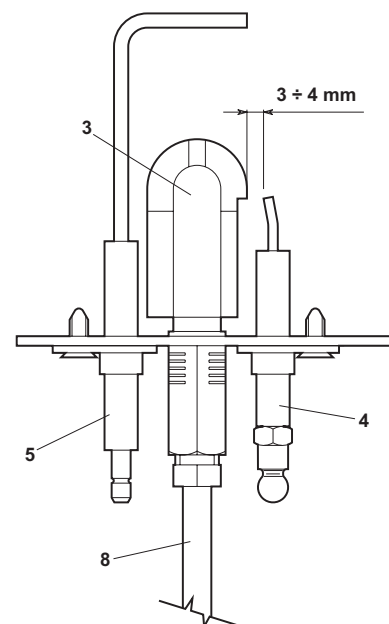

fig. 10
- Gli elettrodi devono essere liberi da incrostazioni e correttamente posizionati (vedi fig. 10).
Dopo alcuni tentativi d'accensione, la centralina elettronica mette in blocco la caldaia.	Ugello del bruciatore pilota sporco - Pulire con aria compressa Verificare se la pressione acqua in caldaia è di circa 1 bar. Controllare che l'arrivo del gas alla caldaia sia regolare e che l'aria sia stata eliminata dalle tubazioni. Controllare che gli elettrodi siano correttamente posizionati e senza incrostazioni (vedere fig. 10). Verificare che la caldaia sia allacciata ad una buona connessione di terra. Controllare se c'è tensione alla valvola gas. Controllare i collegamenti agli elettrodi d'accensione e di ionizzazione.
In fase d'accensione, non avviene la scarica tra gli elettrodi.	Controllare che gli elettrodi siano correttamente posizionati e senza incrostazioni (vedere fig. 10). Termostato di regolazione regolato troppo basso. Controllare l'alimentazione elettrica. Controllare i collegamenti agli elettrodi d'accensione e di ionizzazione. Controllare i collegamenti alla centralina elettronica di controllo fiamma. Verificare che non siano invertiti FASE-NEUTRO e che i contatti alla massa siano efficaci. Verificare la pressione del gas in entrata e eventuali pressostati gas aperti. Riarmare il termostato fumi. Assicurarsi che il termostato ambiente sia chiuso.